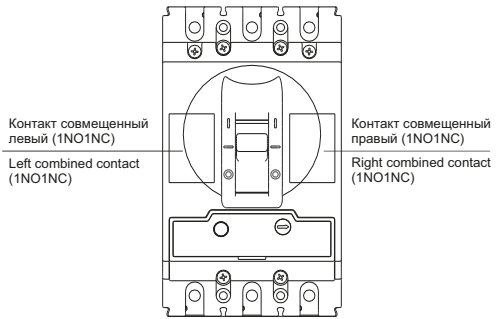

Рисунок 3 – Отсеки для установки устройства / Figure 3 – Device installation compartments
– установить устройство в соответствующий отсек MCCB, до четкой фиксации (см. рисунок 3);
– install the device in the appropriate MCCB compartment until it is properly secured (see figure 3);